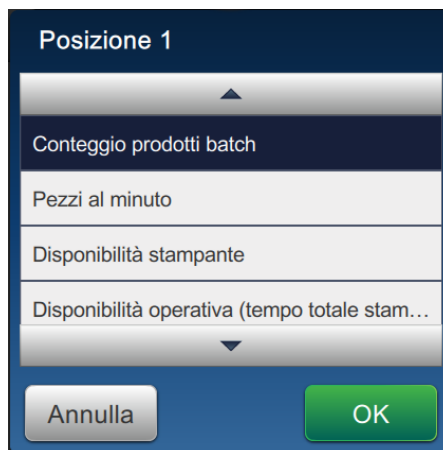

Figura 6-20: Opzioni di modifica della posizione
2. Toccare la posizione necessaria per modificare le opzioni nella schermata principale, come da Figura 6-20.